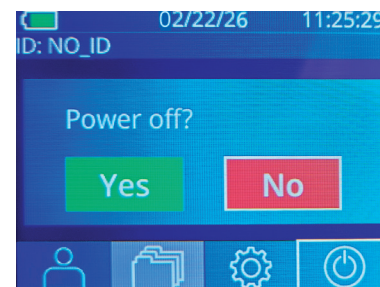

Abb. 44
- Navigieren Sie entweder zum Startbildschirm und wählen Sie das Symbol **Power**  aus und anschließend **Yes**, um das Gerät AUSZUSCHALTEN (Abb. 44).